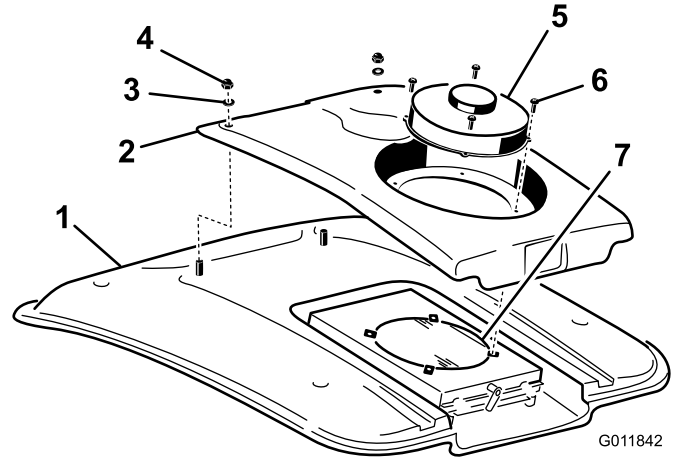

図 73
2. ファンとコンデンサ・カバーをファン・マウントに固定しているネジ（4本）を取る（図 73）。
4. コンデンサ・カバーの前部をキャブの屋根に固定しているナット（2個）とワッシャを外す（図 73）。
8. スクリーンを圧縮空気ですすいで洗い浄する（図 73）。